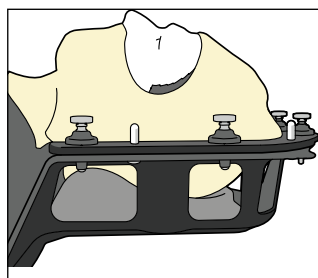

Fig. 14
4. Fissare la parte anteriore della maschera spingendo tutti e 6 i perni verso il basso; si udirà un clic, a indicazione che è fissata saldamente. (Fig. 14)
4. Fissare la parte anteriore della maschera spingendo tutti e 6 i perni verso il basso; si udirà un clic, a indicazione che è fissata saldamente. (Fig. 14 nella SEZIONE C)